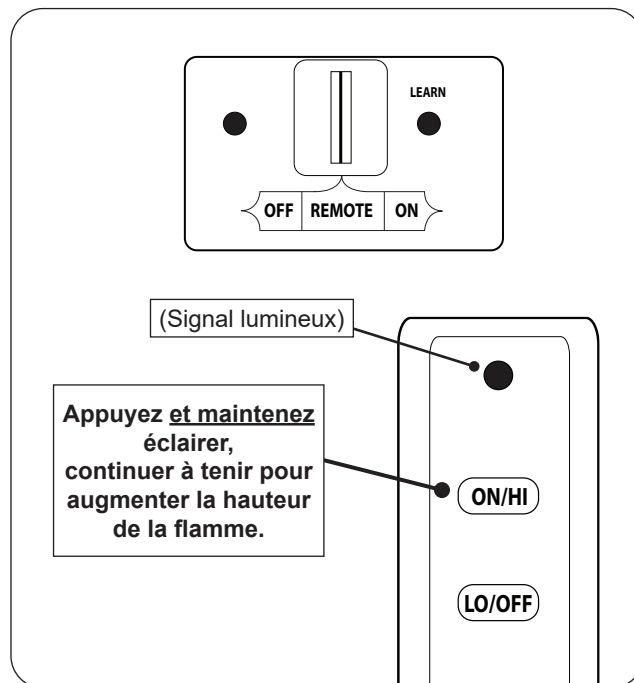

Fig. 55-1 Éclairage à distance
1. Assurez-vous que la veilleuse brûle. Localisez ensuite l'interrupteur à 3 positions sur le récepteur à distance et faites glisser l'interrupteur sur la position **REMOTE** (télécommande) (voir Fig. 55-1).
2. Localisez la télécommande et maintenez enfoncé le bouton **ON/HI** (sur/ haut) (voir Fig. 55-1). La séquence d'allumage commencera.